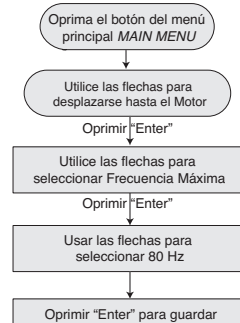

Figura 11 - Seleccione 80 Hz (funcionamiento trifásico sumergible solamente).
- B. Siga el orden que se ilustra en la Figura 11 para pulsar las teclas.